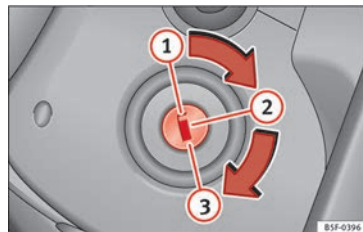

Abb. 170 Positionen des Zündschlüssels
In dieser Position »» Abb. 170 sind die Zündung und der Motor ausgeschaltet und die Lenkung kann gesperrt werden.
- Drehen Sie den Zündschlüssel in die Position »» Abb. 170 ②. Beim Vorglühen des Motors leuchtet die Kontrollleuchte ∞ auf.
– Sobald die Kontrollleuchte erlischt, drehen Sie zum Anlassen des Motors den Zündschlüssel auf die Position ③. Dabei nicht das Gaspedal betätigen.
- Drehen Sie den Zündschlüssel in die Position » **Abb. 170** .